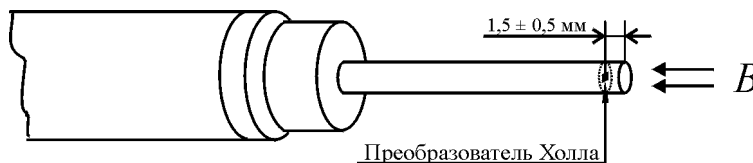

Рис. 2 Рабочая часть измерительного зонда типа «С»
1.5.6 Измерительные зонды типа «С» («С», «С1» и «С2») предназначены для измерений магнитной индукции в катушках и соленоидах либо на поверхности постоянных магнитов (ферромагнитных деталей) и имеют рабочую часть цилиндрической формы. Магниточувствительная ось преобразователя Холла совпадает с продольной осью рабочей части измерительного зонда «С», «С1» или «С2» (рис. 2).